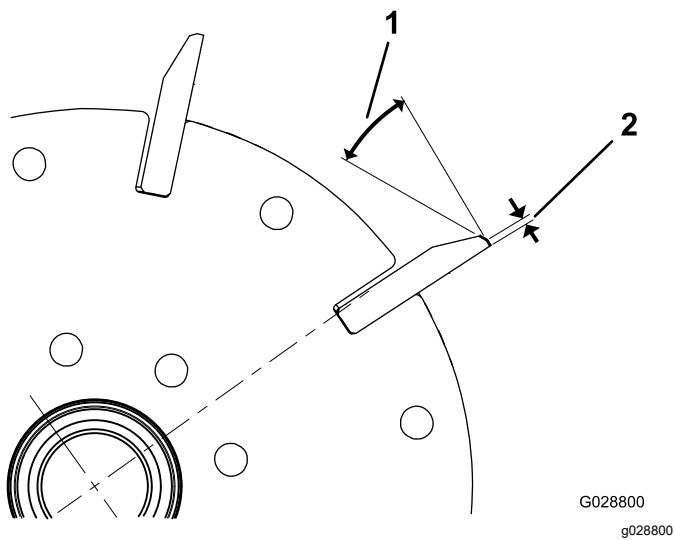

図 40
1. 全部のリール刃に 30°の角度で2番削りを行って、ランド部の幅を 1.3 mm にしてください **図 40**。